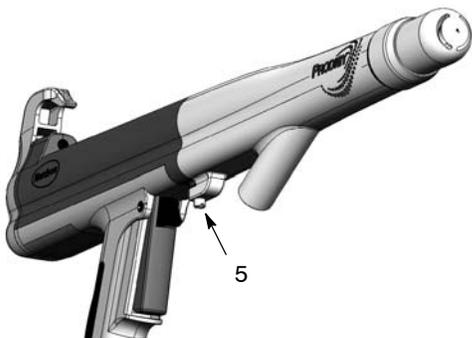

Abb. 2 Adapterhalteschraube lösen
2. Siehe Abbildung 2. Die Halteschraube (5) am Adapterboden lösen.